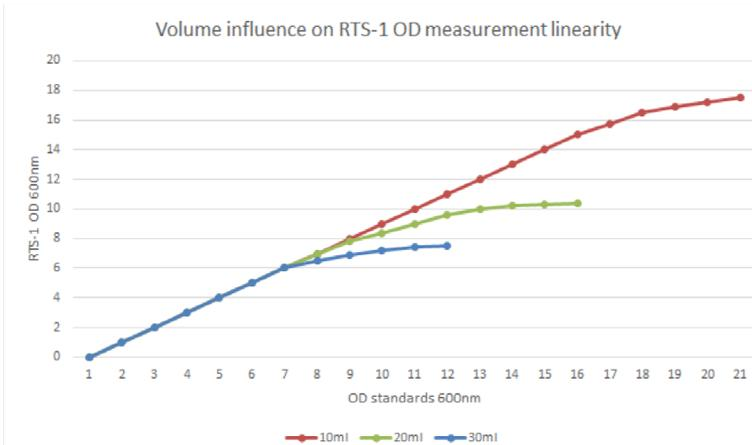

Abb. 7. Einfluss des Volumens des flüssigen Mediums auf den linearen OD-Messbereich ($\Delta OD(\lambda=850nm)/\Delta t$) vs. Fermentierungszeit (h).
7.5. Linearer OD-Messbereich als eine Funktion des Medienvolumens (Abb. 7)
Wie in Abb. 7 zu sehen ist, registriert das Gerät die optische Dichte der Probe in einem linearen Bereich bis 15 OD (λ = 600 nm) bei einem Volumen von 10 ml, bis 8 OD (λ = 600 nm) bei 20 ml und bis 6 OD (λ = 600 nm) bei 30 ml.